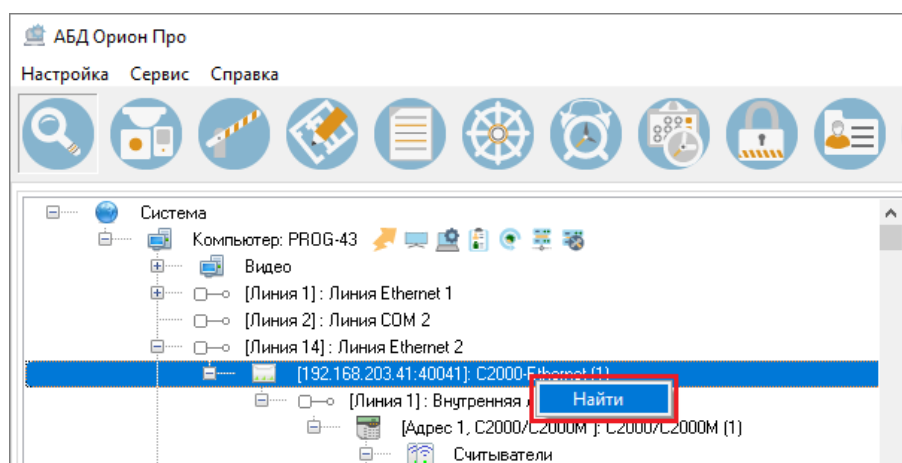

Рисунок 6-28 Вызов окна "Поиск" для поиска элемента в структуре объекта C2000-Ethernet
- 1) выберите команду «Найти» в контекстном меню того узлового элемента, в структуре которого необходимо найти элемент (см. Рисунок 6-28);